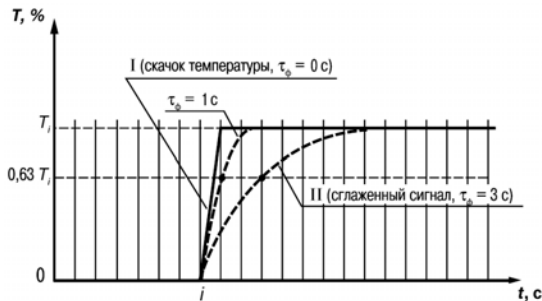

Рисунок 3.5
3.2.2.4.3 Цифровой фильтр устраняет шумовые составляющие сигнала, осуществляя его экспоненциальное сглаживание. Основной характеристикой экспоненциального фильтра является τ_ϕ – постоянная времени цифрового фильтра, параметр **$\bar{\tau}nF 1 (\bar{\tau}nF2)$** – интервал, в течение которого сигнал достигает 0,63 от значения каждого измерения T_i (рисунок 3.5).